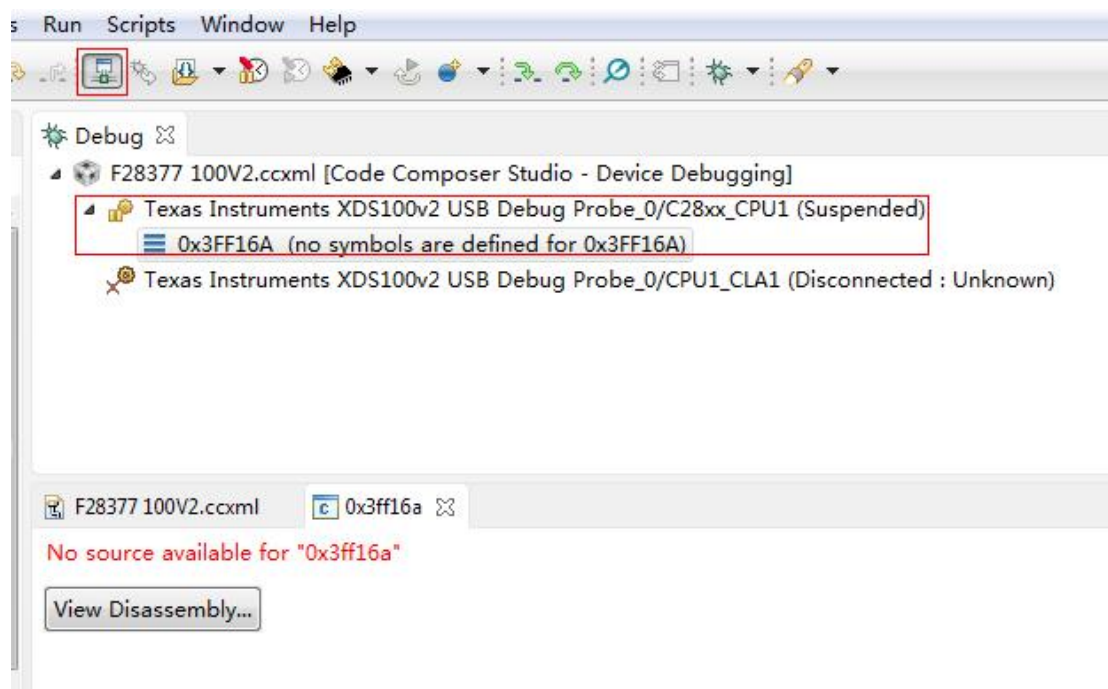

图 3-23-1 连接界面
- (1) 首先将 CCS6.1 开发环境打开;
- (2) 接着把仿真器的 USB 与电脑进行连接, 将仿真器的另一端 JATG 端插到 YX-F28377 开发板的 JATG 针处 (注意仿真器插入方向, 请仔细核对防差错针的位置);
- (3) 连接目标板, 出现如下图 3-23-1 则表示连接成功;